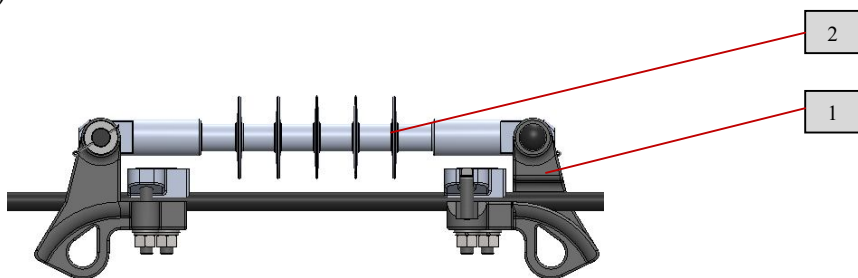

Рис.27 Установка изолятора к линии
Произвести врезку изоляторов в линию согласно схеме размещения оборудования. Для этого на линию следует надеть два анкерных зажима (1) с полимерными изоляторами (2) и зажать болтовые соединения (рис.27).